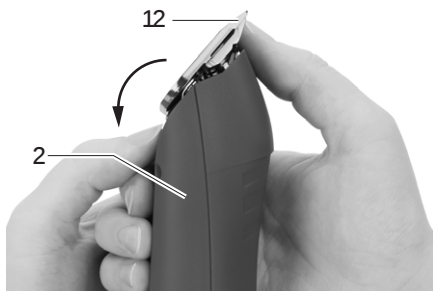

Fig. 4
- Empujar el cabezal de corte 12 hacia delante, ver Fig. 4.